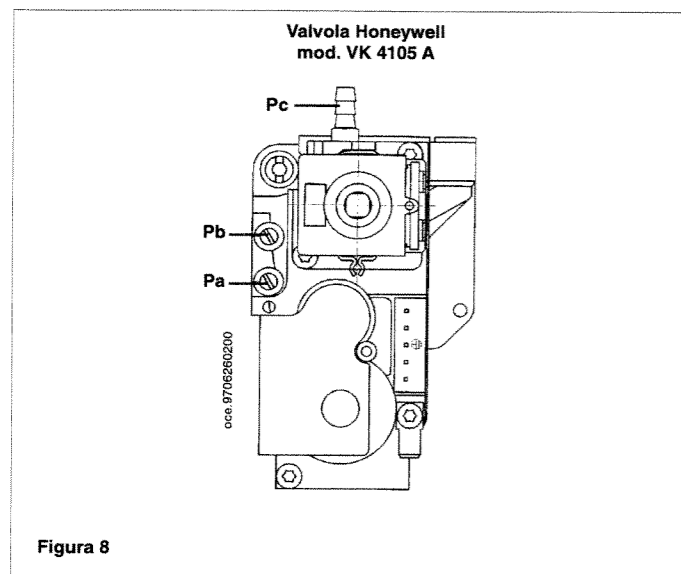

Figura 8
- * collegare la presa di pressione positiva di un manometro differenziale, possibilmente ad acqua, alla presa di pressione (Pb) della valvola del gas (figura 8). Collegare la presa negativa dello stesso manome-
- * verificare che la pressione dinamica di alimentazione della caldaia, misurata alla presa di pressione (Pa) della valvola del gas (figura 8) sia quella corretta (30 mbar per il gas butano, 37 mbar per il gas propano o 20 mbar per il gas naturale);